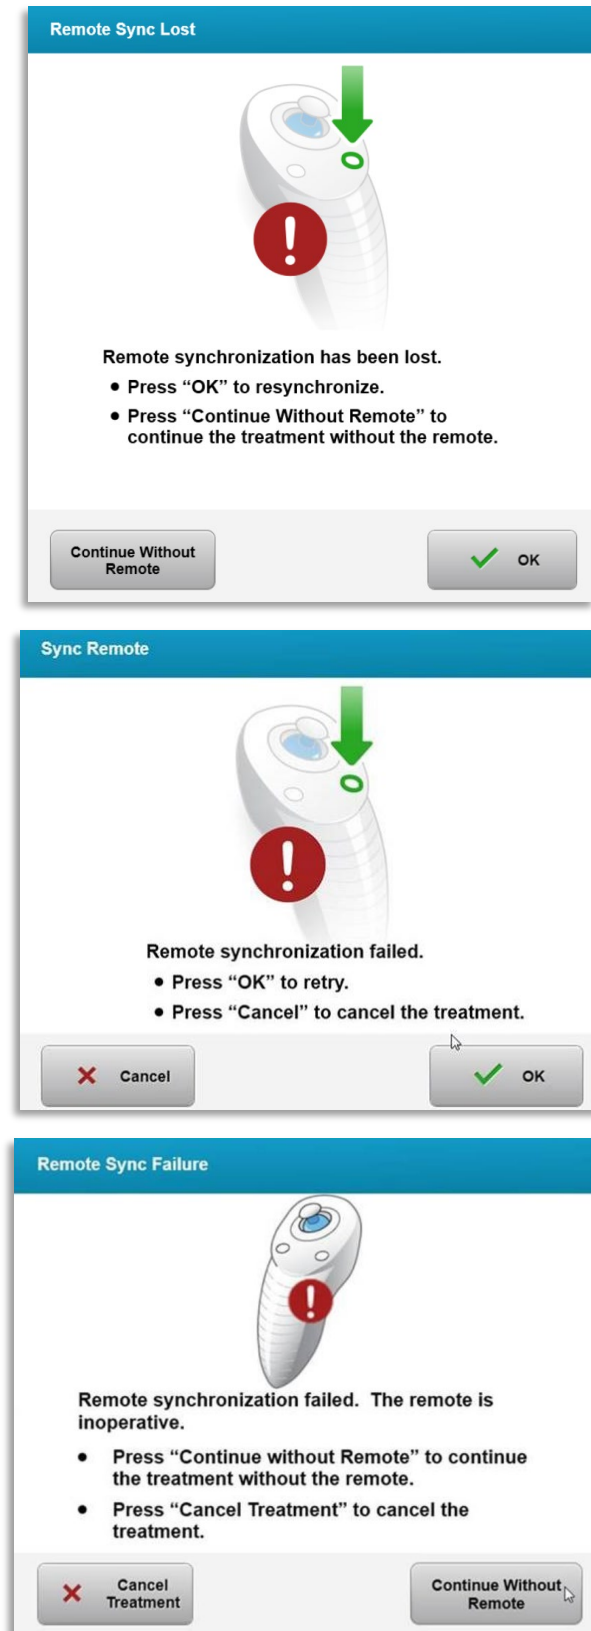

Figura 4-2. Sincronização do controlo remoto de alinhamento perdida - Controlo remoto original
- A Figura 4.1 mostra as orientações no ecrã para os sistemas KXL utilizando o controlo remoto original, a figura 4.2 mostra as orientações no ecrã para os sistemas KXL utilizando o controlo remoto atualizado.